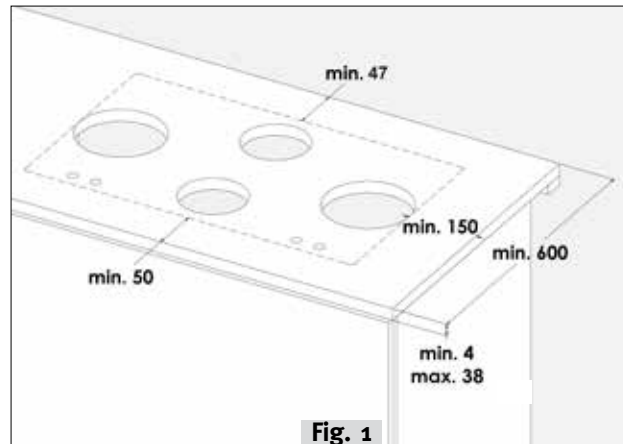

Fig. 1
- 2a. El tamaño C de los modelos con las perillas sobre la mesada debe ser de, por lo menos, 50 mm (fig.1).